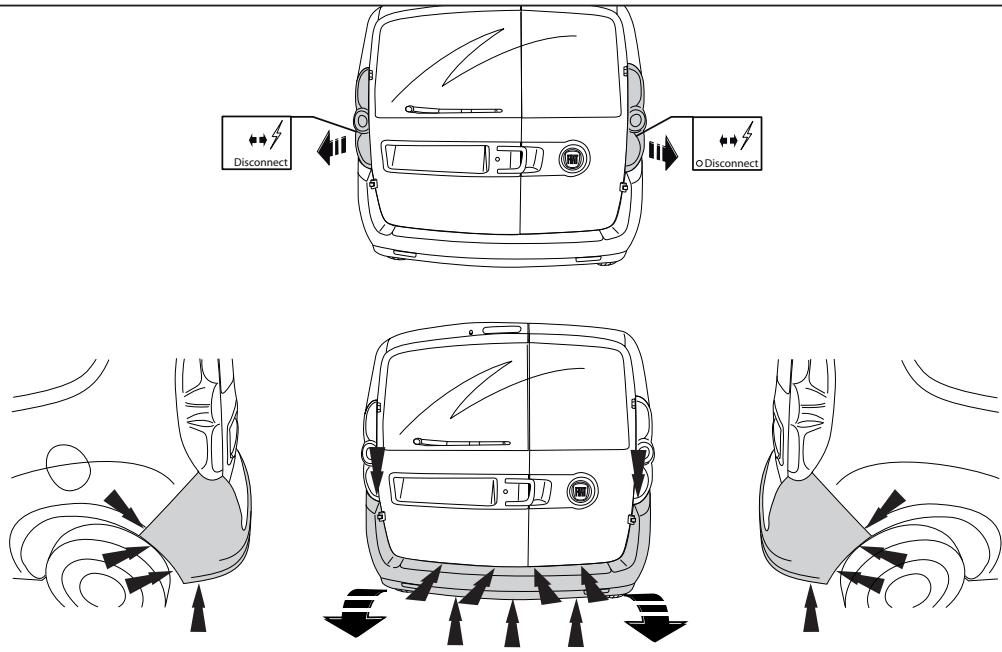

Fig. 1
2. Снять бампер вместе со стальным буферным бруском автомобиля; буферный брус больше не понадобится. См. рисунок 1.